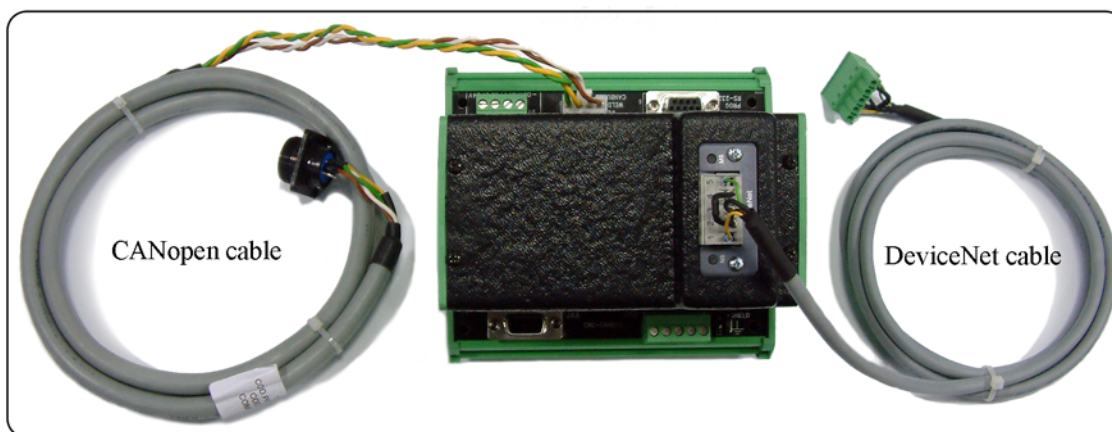

fig. 3
3.1 Composizione art. 107.02 (fig. 3).